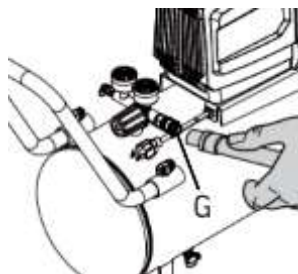

fig. 4
2. Mettez l'interrupteur d'alimentation (B) à la position d'arrêt qui est identifiée par la forme « 0 ».
3. Tournez le bouton du régulateur de pression d'air (D) complètement dans le sens antihoraire jusqu'à l'arrêt.
4. Attachez un tuyau à air (non compris) à la sortie d'air (G) du compresseur (fig. 4).